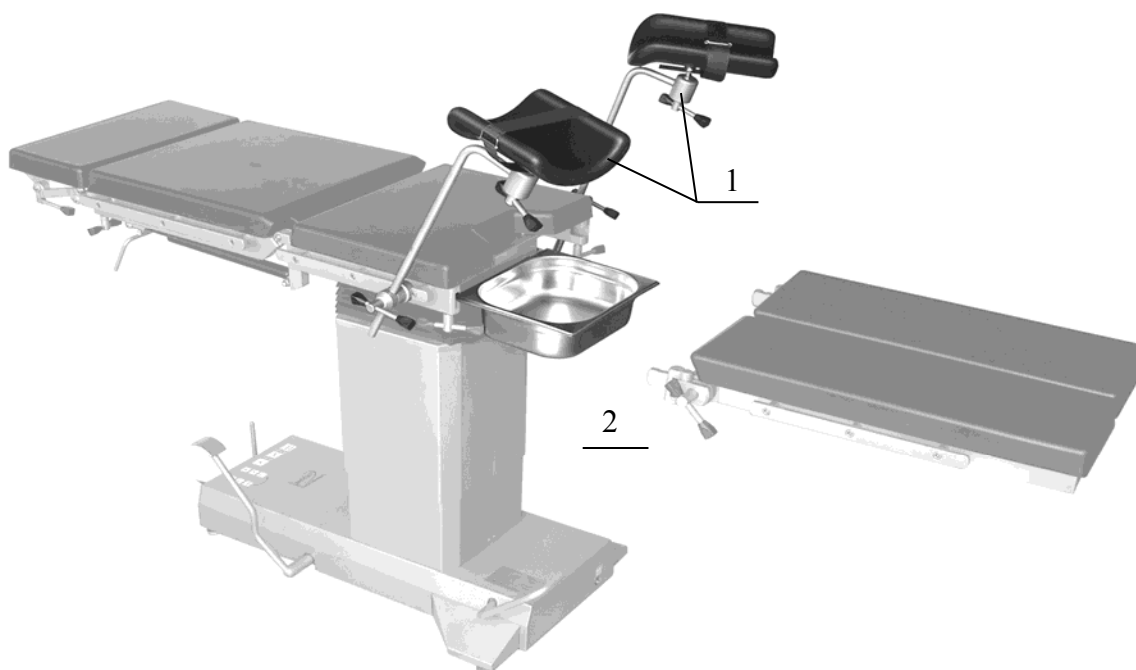

**Рисунок 1. Комплект КПП-10 для гинекологии.**
9.3 Ногодержатели поз. 1 (Рисунок 1) устанавливаются посредством зажимов на боковых планках центральной секции операционного стола.